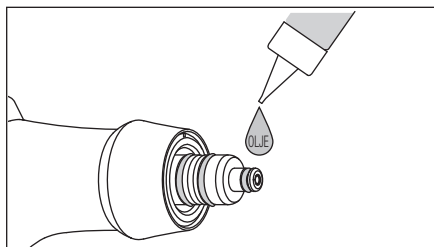

Fig. 15
- 1) Tørk delen med pulverkammerets O-ringer, påfør en dråpe av den medfølgende turbinoljen og gni den inn med fingeren. (Fig. 15)